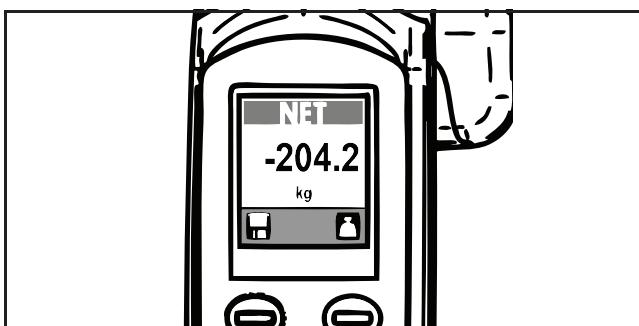

Рис. 59
**ПРИМЕЧАНИЕ. ТОЛЬКО ДЛЯ ЕВРОПЕЙСКИХ ВЕСОВ.** Если на дисплее отображается увеличенный значок «НАКЛОН», сменяющийся значком весов, переведите подъемник MAXI MOVE в горизонтальное положение так, чтобы весы могли функционировать normally (см. рис. 59).